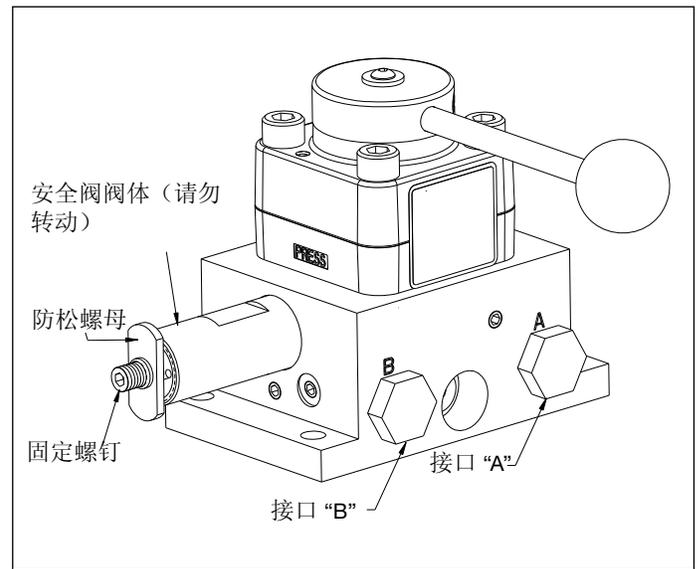

图 13, 安全阀 - VM43-LPS
1. 在接口“A”安装一个 0-1,035 bar (0-15,000 psi) 压力表 (见图 13)。
2. 扳开电刷盖栓 (B) 并轻轻向外撬来拆下两个电刷盖 (A) (参阅图 13)。